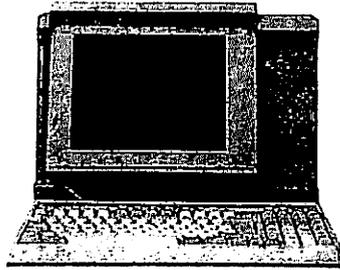

Fig. 20 : Console de programmation FTX 507 (Télémechanique-Schneider Electric).
d) Console de programmation (fig. 20)